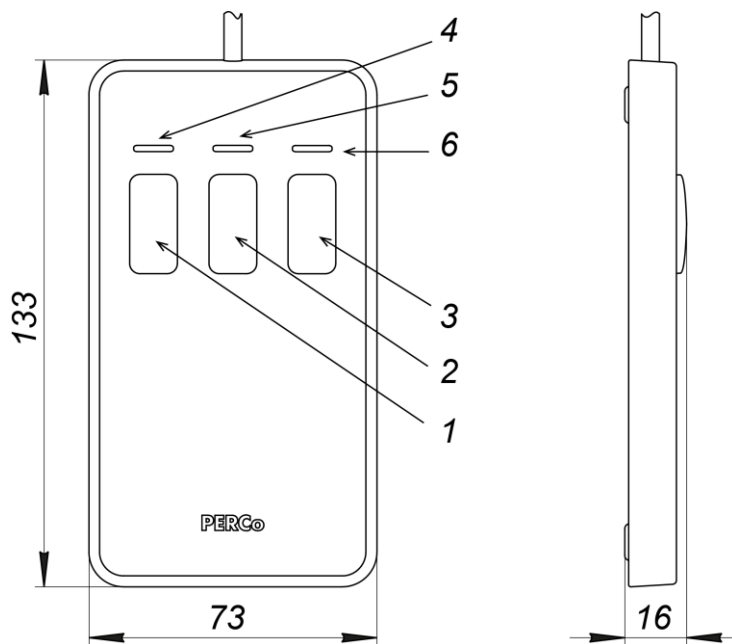
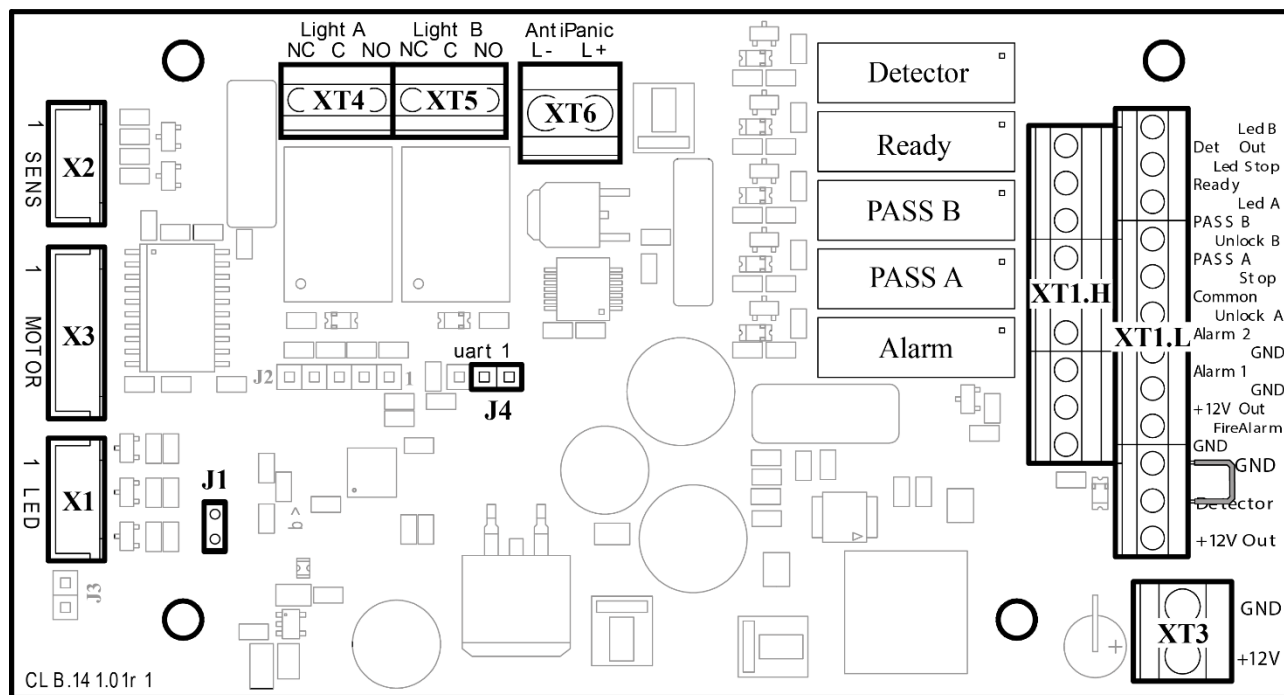

Рисунок 4. Общий вид и габаритные размеры ПДУ
Рисунок 5. Внешний вид платы управления
ПДУ (9) выполнен в виде небольшого настольного прибора в корпусе из ударопрочного АБС пластика и предназначен для задания и индикации режимов работы при ручном управлении турникета. ПДУ подключается к плате гибким многожильным кабелем (10) через клеммную колодку **ХТ1.L** (см. рис. 5). Общий вид ПДУ показан на рис. 4.
Внутри стойки расположен кронштейн с установленной платой управления (см. рис. 5) и клеммами для подключения внешних устройств. К плате подключаются ПДУ, выходы СКУД, устройство РУ (при его использовании), устройство аварийного открытия прохода *Fire Alarm* (далее – *устройство Fire Alarm*). На клеммы подключения внешних устройств выведены линии подключения источника питания, линии сигналов считывателей. Подключение внешних устройств производится в соответствии со схемой электрических соединений турникета (см. рис. 13).
На плате управления (см. рис. 5) расположены:
Выбор режима управления осуществляется снятием / установкой перемычки на разъем **J1** платы управления. Расположение разъема **J1** показано на рис. 5. При поставке перемычка установлена, что соответствует импульсному режиму управления турникетом. Для перехода в потенциальный режим управления снимите перемычку. Изменение режима управления произойдет после включения турникета.
Факт подачи напряжения на обмотку реле можно определить по загоранию соответствующего красного светодиода, установленного на плате управления вблизи соответствующего реле (см. рис. 5).